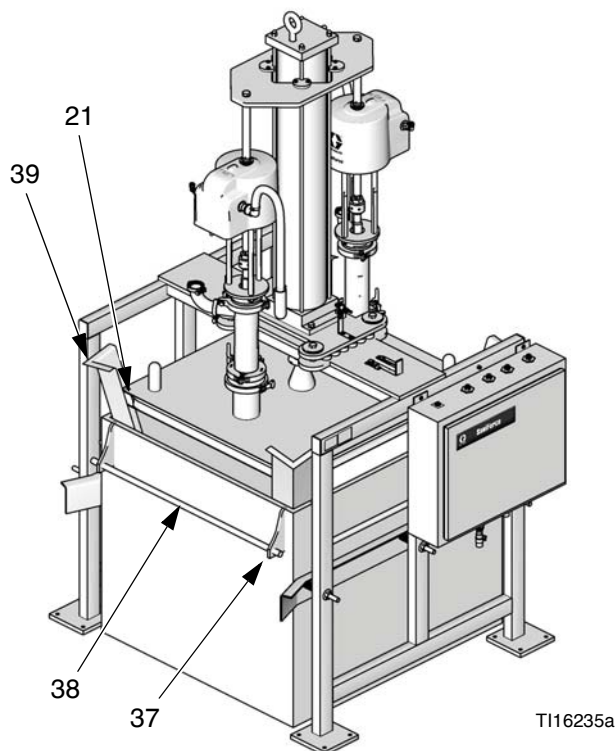

Рис. 10
- Для закрепления мешка следует использовать фиксаторы (37) и трубки (38). См. Рис. 10.
- Убедитесь в том, что угловые уплотнения (21) находятся на своих местах.
- Уголки (39) следует использовать в качестве вспомогательных направляющих для пластины. См. Рис. 10.